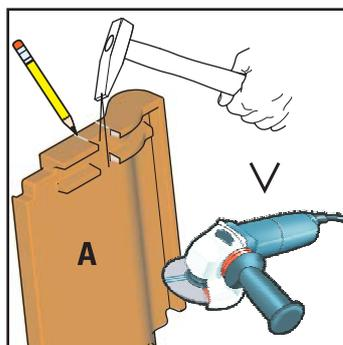

Fig. 3-14 Contrassegnare i punti in cui i ganci da tetto attraversano le tegole e rimuovere le costole delle tegole
15. Staccare le costole inferiori delle tegole nei punti di attraversamento contrassegnati dei ganci da tetto oppure eliminarle con la troncatrice alla mola (fig. 3-14).